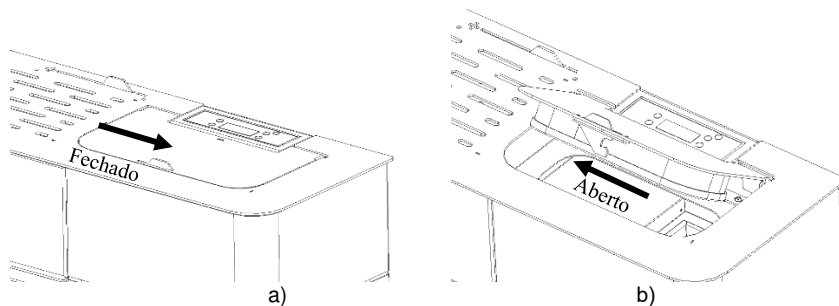

Figura 110 - Abertura da tampa
a) Abra a tampa do depósito de *pellets*, deslocando o fecho lateralmente e levantando a tampa, Figura 110.